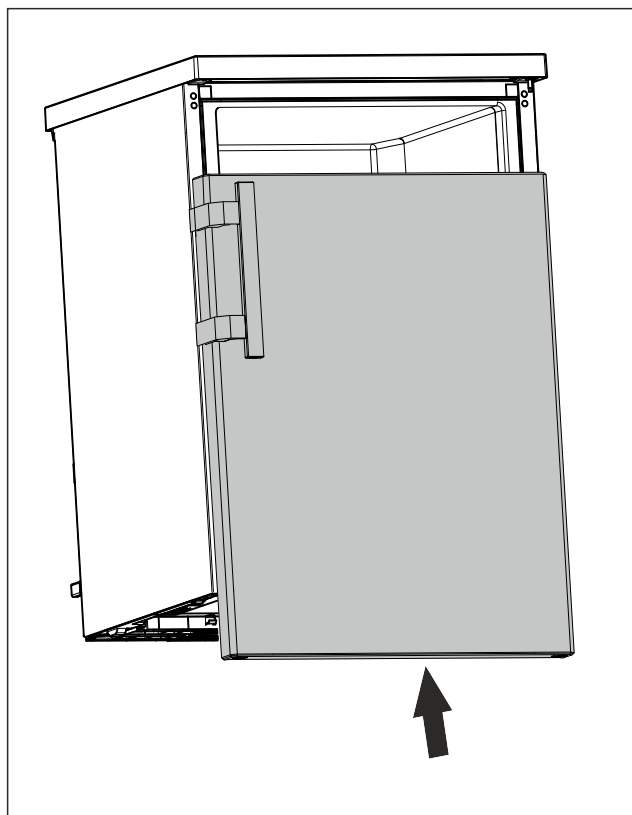

Fig. 21
- Плъзнете вратата върху горния болт, когато е затворена. (виж Fig. 21)